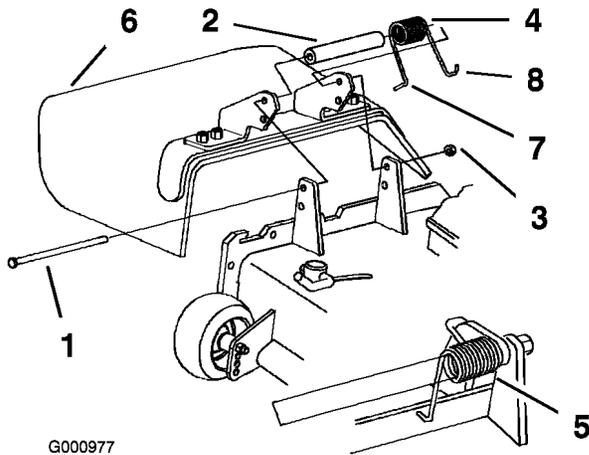

Figure 81
1. Retirez le contre-écrou, le boulon, le ressort et l'entretoise qui fixent le déflecteur aux supports de pivot (Figure 81). Enlevez le déflecteur s'il est endommagé ou usé.
Remarque: Prenez soin de placer l'extrémité en **L** du ressort derrière le bord du plateau avant de mettre le boulon en place, comme indiqué à la Figure 81.
3. Remettez le boulon et l'écrou. Accrochez l'extrémité en **J** du ressort au déflecteur d'herbe (Figure 81).